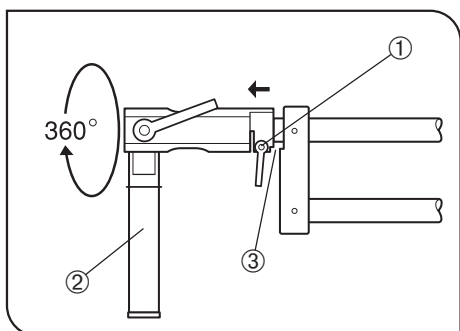

Fig. 22
7. Per ruotare la colonna ② attorno al braccio orizzontale,allentare la leva di bloccaggio ①.
Quando la leva ① è sbloccata ed il terminale viene spostato in avanti di 2 o 3 mm, i fermi della rotazione ③ sono disattivati. Dopo aver ruotato la colonna nella posizione desiderata, ribloccare la leva. (Fig. 22)